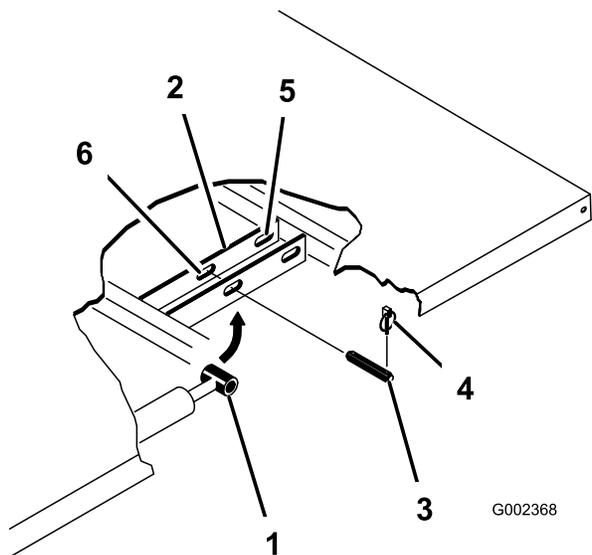

Figura 21
3. Retire los pasadores de seguridad de los extremos exteriores de los pasadores de las varillas de los cilindros (Figura 21).
- Retire los pasadores que fijan las rótulas de las varillas de los cilindros a las chapas de montaje de la plataforma empujando los pasadores hacia dentro (Figura 21).
- Retire los pasadores de seguridad y los pasadores que fijan las placas de giro a los perfiles del bastidor (Figura 21).